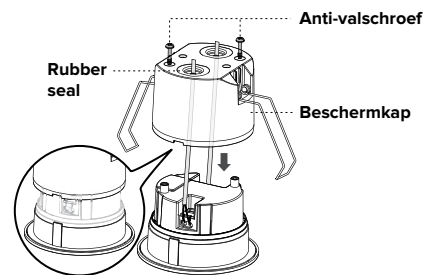

Fig. 3
4. Verwijder de beschermkap en doorboor de rubberen sealing met een schroevendraaier om de kabels door te kunnen voeren (fig. 3)